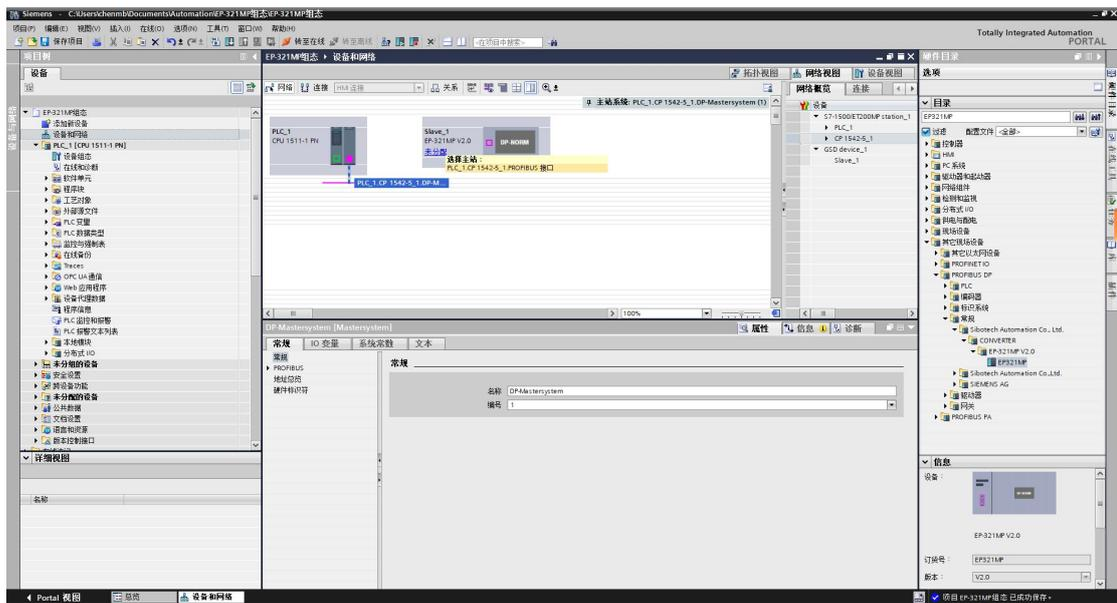

图 15 将 EP-321MP 连入 PROFIBUS 总线
15. 点击“EP-321MP”中的“未分配”，选择“PLC\_1.CP 1542-5\_1.PROFIBUS 接口”将之与 PLC 的 PROFIBUS 总线连接，如图 15 所示